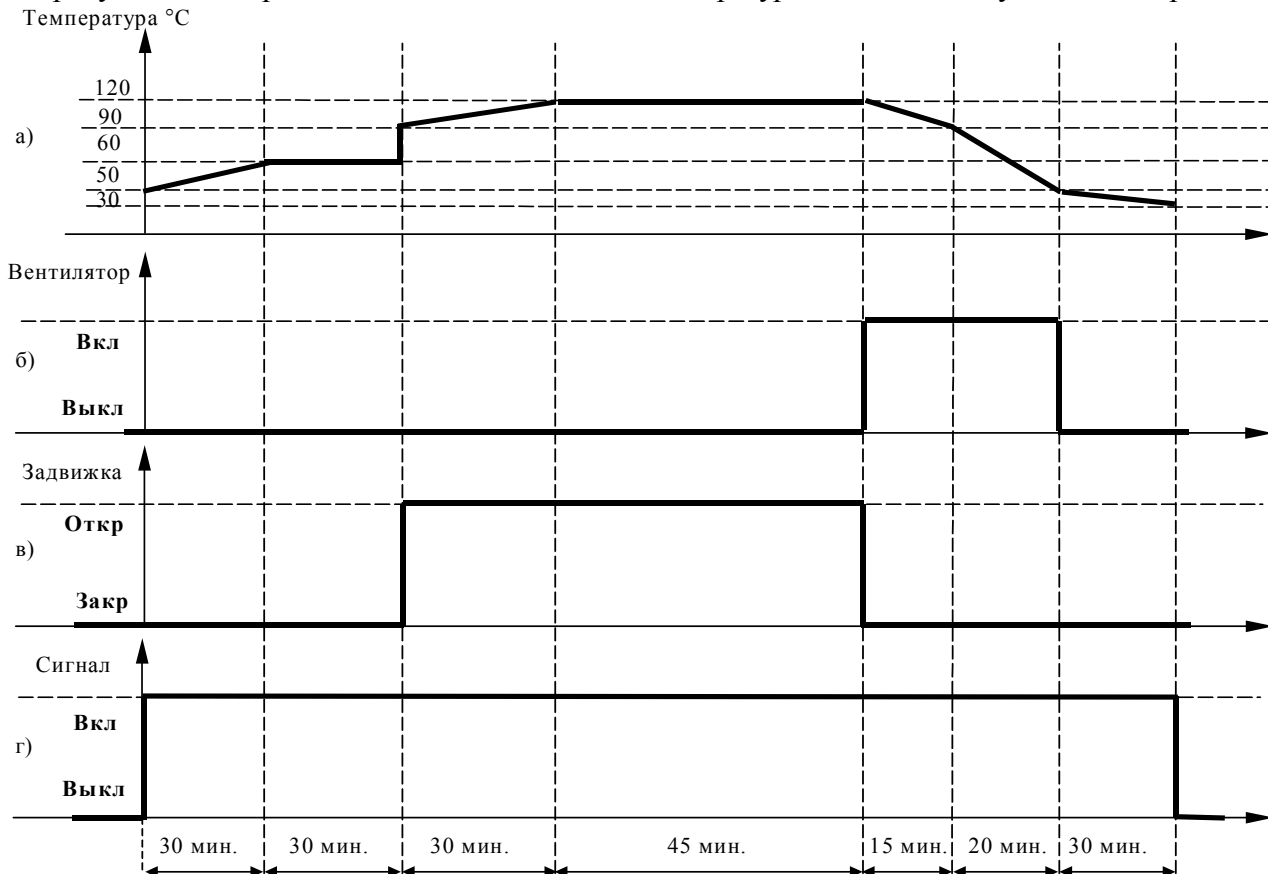

Рисунок 6.6 - Пример с графиком работы прибора по программе
- включать на время исполнения программы световую сигнализацию, см. рисунок 6.6.г.